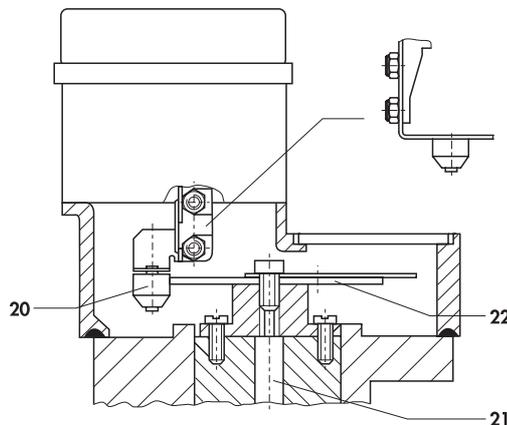

Fig. 8 - Trasmissione del movimento rotativo al posizionario
Nelle valvole la corsa e la posizione della valvola, viene trasmessa dall'astina (1.1) alla leva di tasteggio (1) e determina la forza della molla (4). - Per l'installazione su valvole rotative, un rullino di tasteggio (20) è fissato sull'estremità anteriore della leva (1) (Fig. 8). Il movimento di rotazione dell'alberino (21) dell'attuatore rotativo viene trasformato, tramite una camma a disco (22) e il rullino di tasteggio (20), nel movimento a corsa, necessario per il sistema pneumatico di comando dei posizionatori.